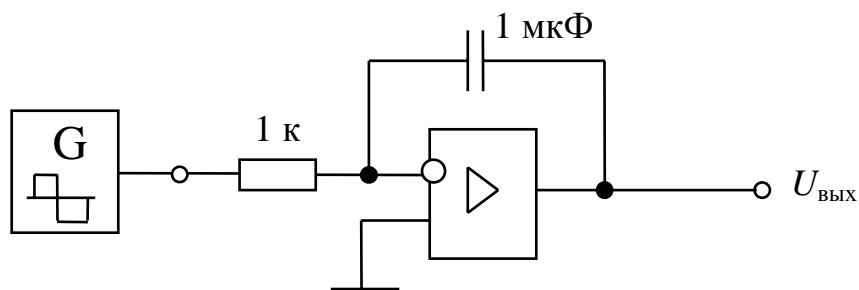

Рис. 3
3. Собрать схему интегратора на идеальном ОУ (рис. 3). Проанализировать осциллограмму  $U_{\text{ВЫХ}}$  при подаче на вход симметричных разнополярных прямоугольных импульсов с амплитудой 1 В и частотой 500 Гц.